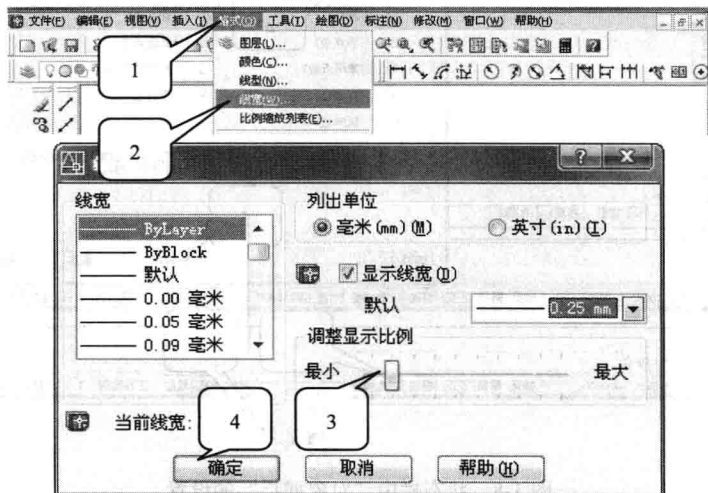

图 1-10 线型的设置
(2) 图线的线宽设置。与图层的线宽设置相对应,调整“格式”中的“线宽”,可以使图线的显示及打印达到标准要求。设置线宽的步骤如图 1-10 所示。
① 调出“线型管理器”。调出“线型管理器”的方法是选择“菜单栏”中的“格式”选项,在下拉菜单中选“线宽”。
② 设置线宽。在“线宽设置”窗口中,选择“线宽”中的“Bylayer”(随层);“默认”选择“0.25mm”(根据所绘制的图形大小确定);选择“调整显示比例”的第 2 个格,方法是用鼠标在第 2 个格上单击或将滑块拖动到第 2 个格;单击“确定”按钮完成线宽的设置。